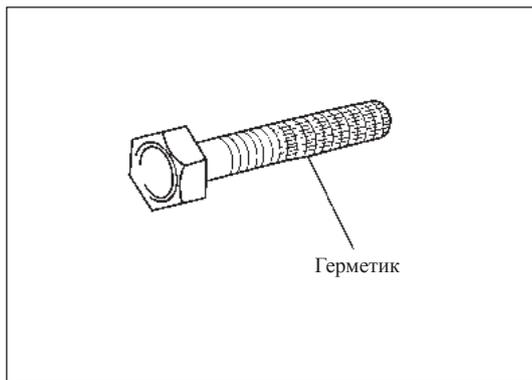

Рис. 1-3-2. Запасные части с нанесенным герметиком
6. На некоторые болты и гайки герметик наносится в процессе их изготовления (см. рис. 1-3-2).
- (1) Если болты и гайки с нанесенным герметиком выворачиваются или ослабляются, перед повторной затяжкой на них необходимо нанести новый слой герметика;
- (2) При повторном использовании болтов и гаек с поверхности и из резьбовых отверстий этих деталей необходимо удалить герметик, после чего продуть их сжатым воздухом. Затем необходимо нанести слой герметика, как показано на рис. 1-3-2.